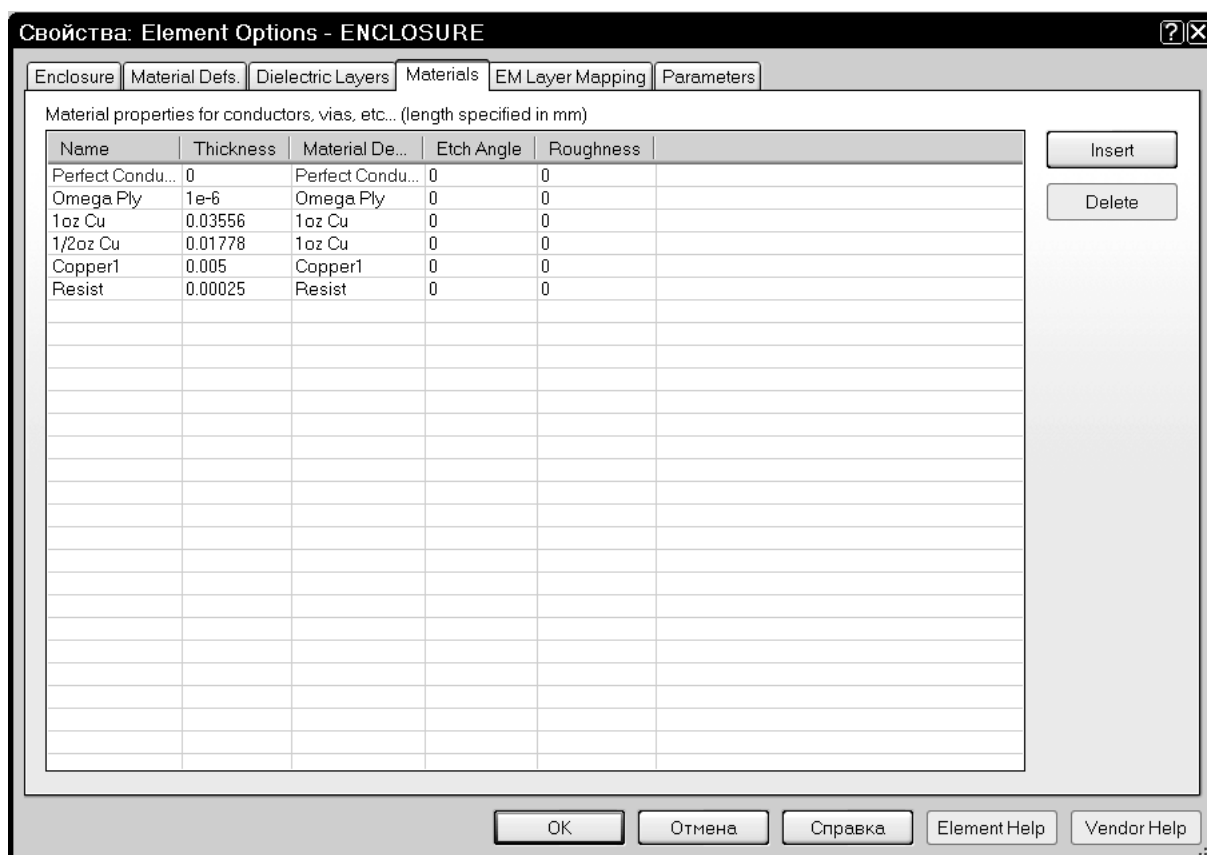

Рис. 5.82
6. На вкладке **Materials** щёлкните мышкой по кнопке **Insert**. В столбце **Name** замените появившееся имя **Tracel** на **Copper1**, в столбце **Thickness** введите **0.005**, в столбце **Material Definition** введите **Copper1**, щёлкнув мышкой по этому полю. Снова щёлкните мышкой по кнопке **Insert**. В столбце **Name** замените появившееся имя **Tracel** на **Resist**, в столбце **Thickness** введите **0.00025**, в столбце **Material Definition** введите **Resist**, щёлкнув мышкой по этому полю. Окно будет выглядеть, как показано на рис. 5.82.